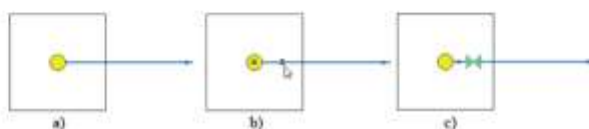

Рисунок 6.12. Вставка объекта на существующую сеть
2. Отметить точку вставки на участке, для этого подвести курсор к предполагаемой точке разбиения и нажать левую клавишу мыши. Место на отрезке отобразится кружком, в точке перелома - квадратиком (смотрите Рисунок 6.12. «Вставка объекта на существующую сеть»б);
4. Из списка объектов выбрать нужный и нажать левую клавишу мыши. Выбранный объект будет изображен на схеме. (смотрите Рисунок 6.12. «Вставка объекта на существующую сеть» с).